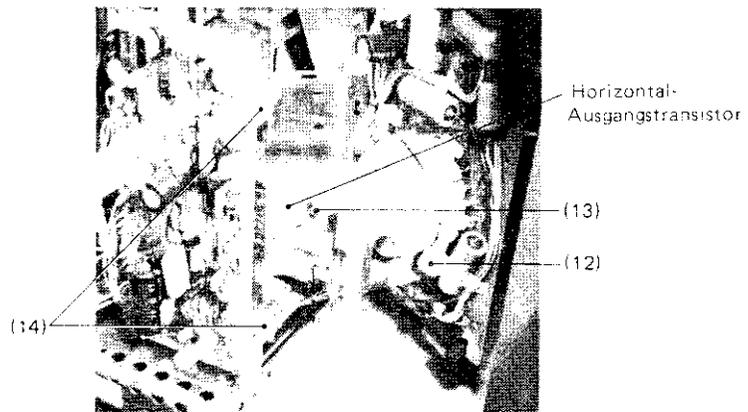

Abb. 6-11
- (1) Den Hochspannungsstecker (12) von der Hochspannungsteilunterseite trennen. (Abb. 6-11).
- (2) Die Schraube (13), die den Rücklauftransformator an den Rahmen des Hochspannungsteils hält, lösen (Abb. 6-11).
- (3) Die beiden weißen Halteklippen (14) an der Horizontalendstufe-Leiterplatte (PCB-H OUT) lockern und öffnen.
- Hinweis: Vergessen Sie beim Zusammenbau nicht, den Hochspannungsstecker (12) am Rücklauftransformator anzuschließen und die Schraube (13) hineinzudrehen.
- (4) Die aus dem Hochspannungsteil (HV-BLOCK) herausragenden Basis- und Emitteranschlüsse des Horizontal-Ausgangstransistors (H-OUT) ablöten.